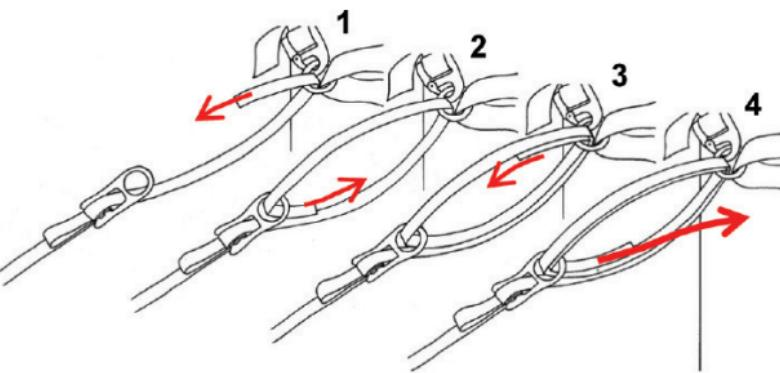

Fig. 8
- A continuación ensartar el resto de la cinta de abajo hacia arriba a través del anillo de acero del punto de fijación 2 (Fig. 8, 1).
- Prosiga como se indica en Fig. 8, 2–4.